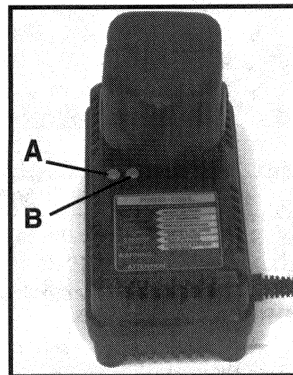

Fig. 1
Asegúrese de que el voltaje del circuito eléctrico sea igual al indicado en la placa de especificaciones del cargador. Conecte el cargador a la fuente de electricidad. El indicador verde (A) Fig. 1, debe iluminarse intermitentemente. Esto indica que el cargador está listo para cargar.
Ponga el paquete de batería arriba del cargador, y alinee la lengüeta del paquete de batería con la ranura del cargador. Meta el paquete de batería en el cargador (vea la Fig. 1). NO LO FUERCE. Si el paquete no entra fácilmente, no lo está metiendo correctamente: Vuelva a alinear la lengüeta del paquete con la ranura del cargador e inténtelo de nuevo.
El indicador verde (A) Fig. 1, debe empezar a iluminarse continuamente para indicar que el paquete de batería está recibiendo una «Carga Rápida» (si la luz verde no se ilumina continuamente, o si el indicador rojo (B) Fig. 1 también empieza a iluminarse intermitentemente: vea DIAGNÓSTICOS). Después de aproximadamente una hora, el indicador de la «Carga Rápida» debe apagarse para indicar que el paquete de batería está completamente cargado y que el cargador le está dando una «Carga Lenta». Se puede dejar el paquete de batería en «Carga Lenta» hasta que lo quiera usar.
El Cargador viene con un sistema diagnóstico que revisa automáticamente el paquete de batería cada vez que el paquete se mete en el cargador. Si no encuentra problemas, el cargador empezará automáticamente la «Carga Rápida» como está indicado en la sección anterior de PARA CARGAR NORMALMENTE. Si encuentra algún problema, lo indicará usando las luces indicadoras (vea la Fig. 1) según lo siguiente: